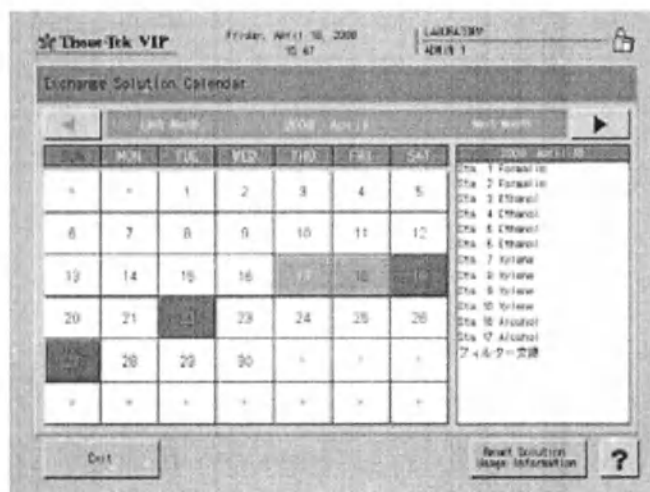

Рис. 104 Календарь замены растворов
- Появится экран «Exchange Solution calendar» (Календарь замены растворов) (Рис. 104).